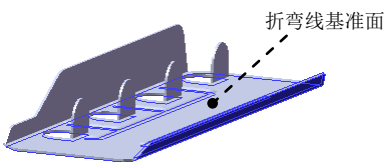

图 13.2.53 绘制的折弯 1
Step12. 创建图 13.2.53 所示的钣金特征——绘制的折弯 1。
(1) 选择命令。选择下拉菜单 **插入(I)** → **钣金(B)** →  **绘制的折弯(S)...** 命令 (或单击“钣金”工具栏上的“绘制的折弯”按钮 )。
(2) 定义特征的折弯线。
① 定义折弯线基准面。选取图 13.2.53 所示的模型表面作为折弯线基准面。